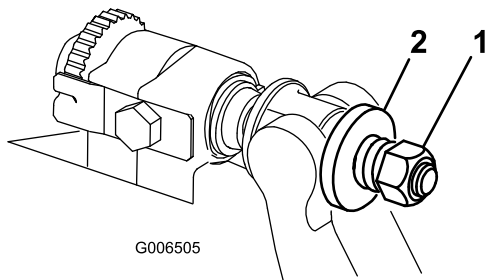

Figura 31
4. Apriete la tuerca de tensado del muelle hasta que el muelle esté comprimido del todo, luego aflójela $\frac{1}{2}$ vuelta (Figura 31).